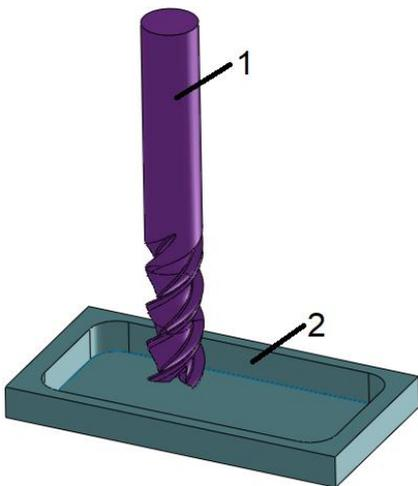
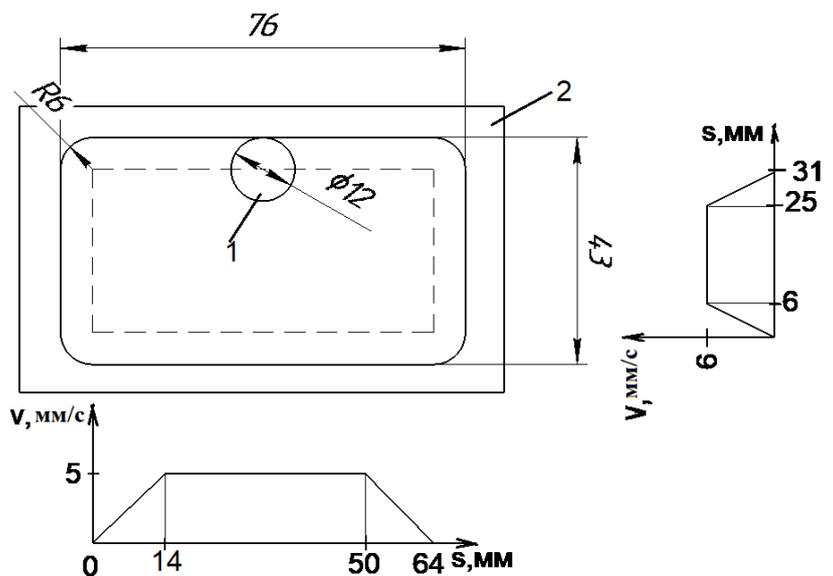

Рис. 2
Рис. 3
На одной из технологических операций необходимо изготовить фрезой (1) композитную деталь (2) – крышку зарядного отсека электромобиля, представляющую собой в плане прямоугольник с выемкой со скругленными углами (рис 2). Обработка выполняется на фрезерном вертикальном обрабатывающем центре концевой фрезой (1) диаметром 12 мм. В процессе обработки центр сечения фрезы (ее сечение показано на рис. 3 окружностью 1) должен пройти по траектории, нарисованной пунктирной линией. График зависимости скорости фрезы  $V$  от перемещения  $S$  вдоль длинной и короткой сторон детали показан на рис. 2. Определить, сколько времени (в секундах) займет один проход фрезы, по указанной пунктирной траектории.